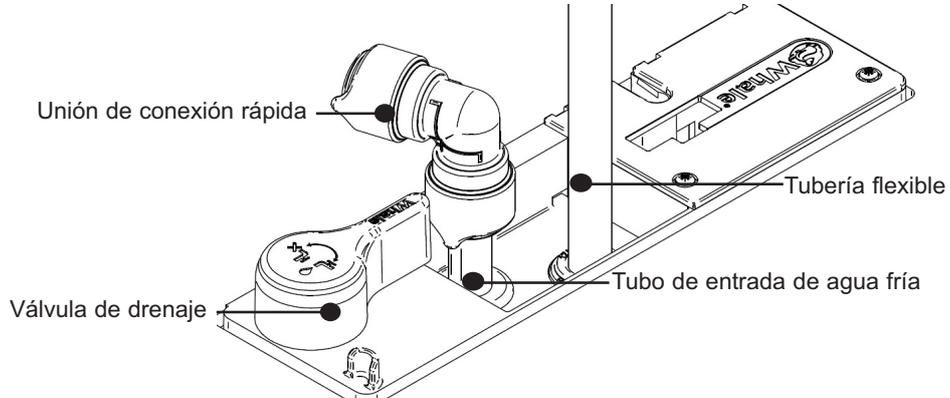

Fig. 30 Conexión al suministro de agua fría
Paso 8 Conexión al suministro de agua fría (ver Fig. 30)